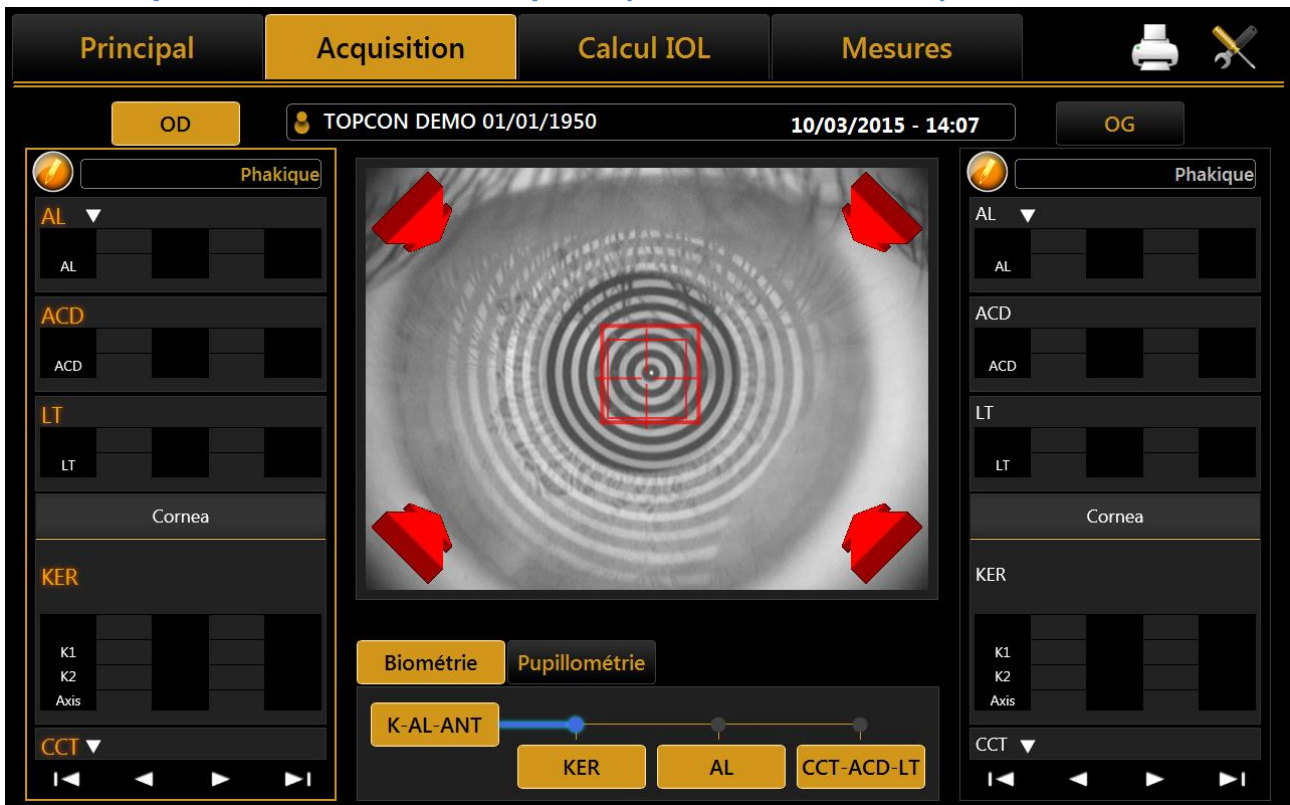

Figure 30
1. Appuyez sur le bouton de la manette une première fois pour lancer la procédure (Figure 30).